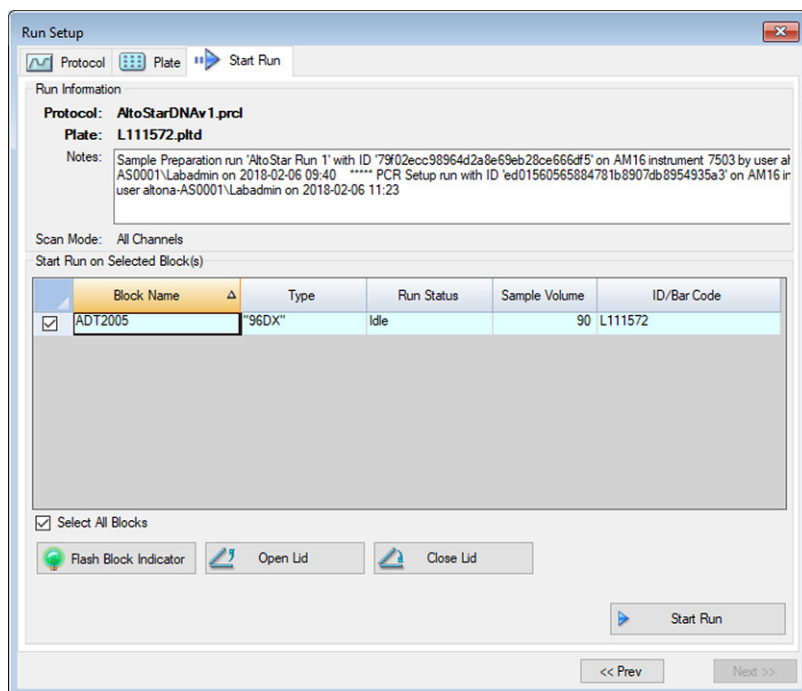

Figura 26: Cuadro de diálogo Run Setup (configuración de la serie)
5. Escanee el código de barras de la PCR Plate (placa PCR) con el escáner de código de barras de mano para seleccionar y abrir automáticamente el archivo LIMS correcto. Se muestra el cuadro de diálogo **Run Setup** (configuración de serie) (consulte la Figura 26).
- Haga clic en **Open Lid** (abrir tapa) para abrir la tapa del CFX96™ DW Dx (consulte la Figura 26).
- Cierre el CFX96™ DW Dx haciendo clic en el botón **Close Lid** (cerrar tapa) en el cuadro de diálogo **Run Setup** (configuración de la serie) (consulte la Figura 26).
- Inicie la serie PCR haciendo clic en el botón **Start Run** (iniciar serie) en el cuadro de diálogo **Run Setup** (configuración de la serie) (consulte la Figura 26).